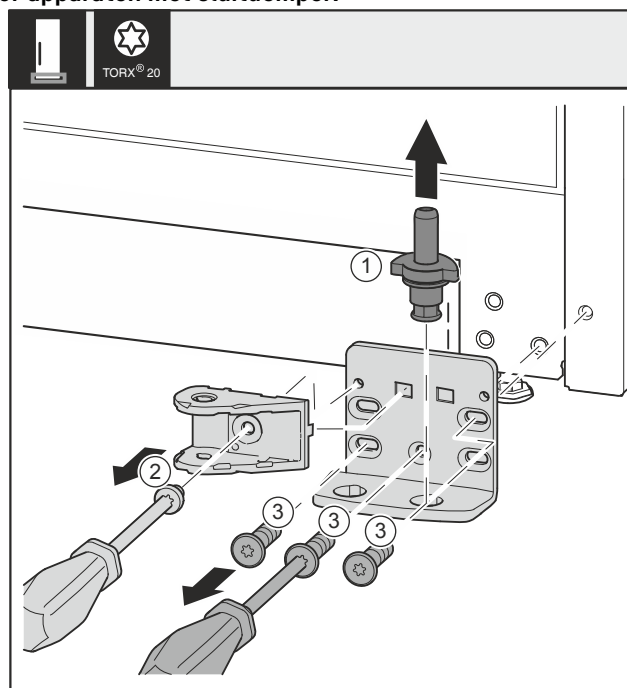

Fig. 36
- ▶ Lagerbout Fig. 36 (1) volledig naar boven toe wegtrekken.
- ▶ Schroef Fig. 36 (2) met schroevendraaier er uit draaien en de sluitdemperverbinding wegnemen.
- ▶ Schroeven Fig. 36 (3) met schroevendraaier er uit draaien en het lagerbok wegnemen.